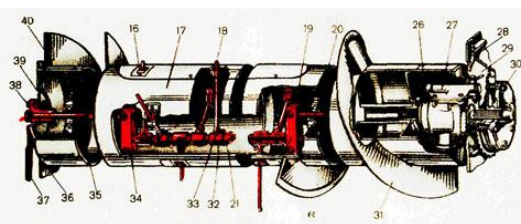

Рис. 4. Шнек жатки:
3. Повернуть рычаг 37 (рис. 4), отрегулировав зазор между пальцами и днищем жатки. Минимальный зазор (6...20 см) установить при уборке малоурожайных низкостебельных хлебов, а максимальный (20...30 мм) - при уборке высокоурожайных длинносоломистых хлебов. Одновременно отрегулировать зазор между витками шнека и днищем корпуса жатки, перемещая плиты 29 и 39 при помощи болтов 28.